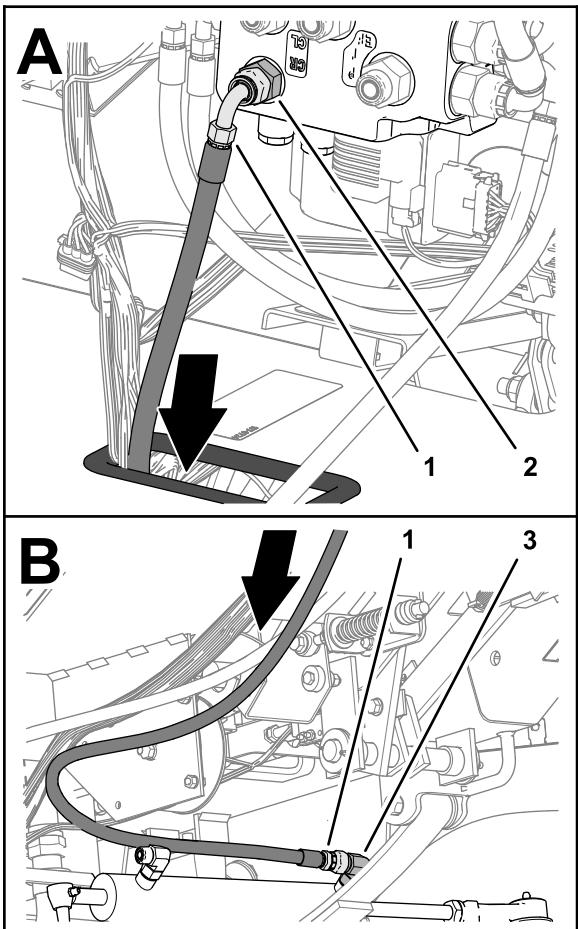

図 119
- 油圧ポンプ ホース6 x 1397 mmの端を、ストレート継手でフロアプレートのグロメットに通します(図 119)。
- ホース 6 x 1397 mm の エルボ継手を EHIステアリングバルブのポートCR継手に取り付けます(図 119)。
- ホース 6 x 1397 mm のストレート継手をステアリングシリンダーのリトラクトポートのエルボ継手に取り付け、両方のホース継手を締め付けます(図 119)。